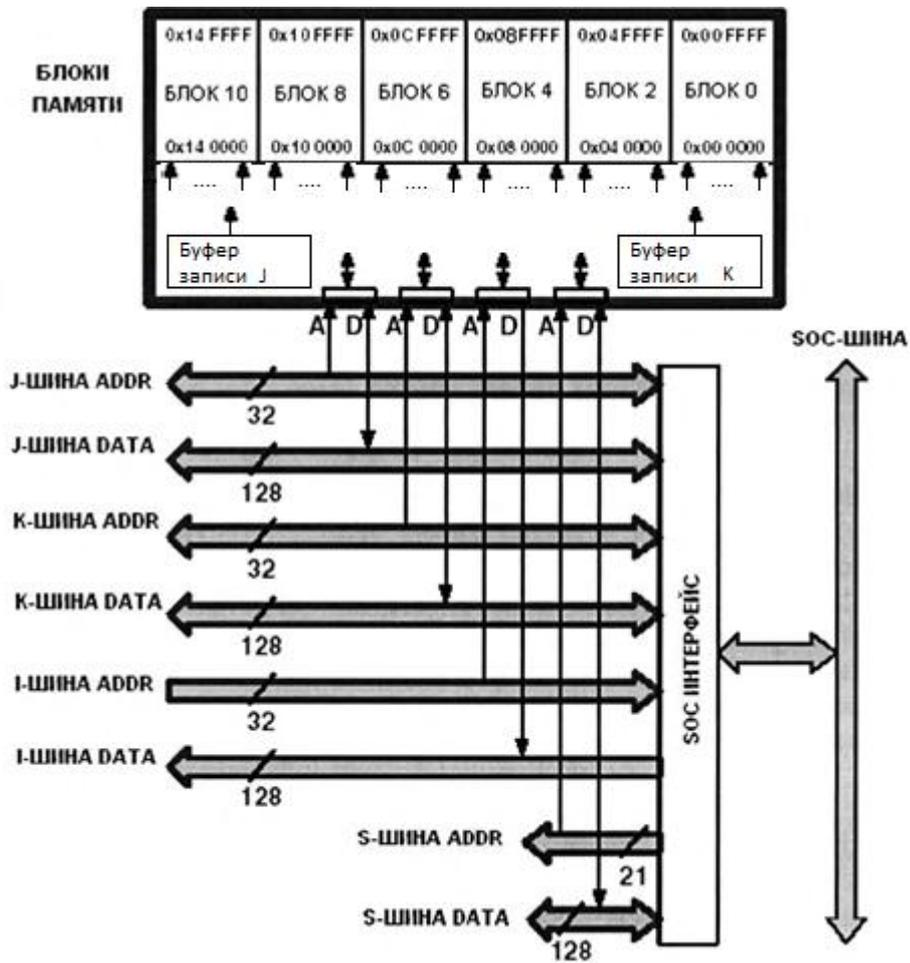

Рисунок 4 – Подключение внутренней памяти к ядру процессора
- внутренняя память (Рисунок 4), где хранятся данные;